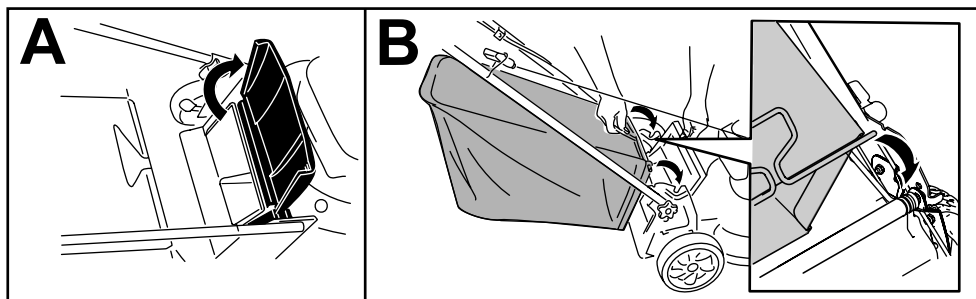

Figura 16
1. Levante y sujete el deflector trasero (Figura 16, A).
2. Instale el recogedor, asegurándose de que los pasadores del recogedor descansan en las muescas del manillar (Figura 16, B).
11). La palanca de ensacado a demanda debe estar en la posición de ENSACADO, como se muestra en la Figura 16.